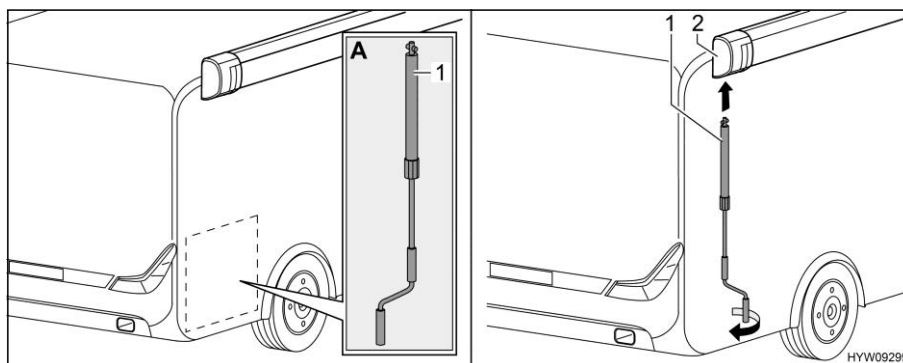

Fig. 47 Applicazione manovella
- Prelevare la manovella (Fig. 47,1) dal garage di coda (Fig. 47,A).
- Inserire la manovella nel supporto a baionetta (Fig. 47,2) della tenda.